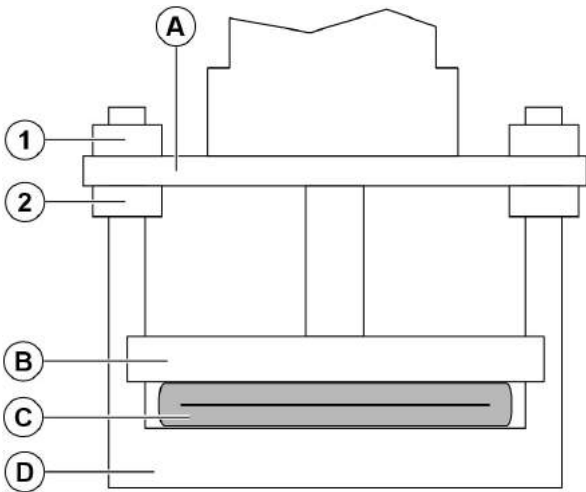

图18.
11. 均匀拧紧两个螺母（1），直至光带消失（Figure 18）。如有必要，松开下螺母（2）。